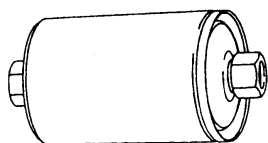

Рис.17 Топливный фильтр 2112-1117010.
**Топливный фильтр**, рис.17, установлен на а/м семейств ВАЗ-2108, 2110 под днищем кузова около бензобака, на а/м ВАЗ-21214 - на левом переднем брызговике под запасным колесом. Фильтр встроен в подводящий топливопровод 6 между электробензонасосом 1 и рампой 2. Корпус фильтра изготовлен из стали и имеет резьбовые штуцеры для соединения с подводящими топливопроводами. Фильтрующий элемент изготовлен из бумаги и предназначен для улавливания содержащихся в топливе твердых частиц, которые могут привести к повреждению прецизионных деталей форсунок.